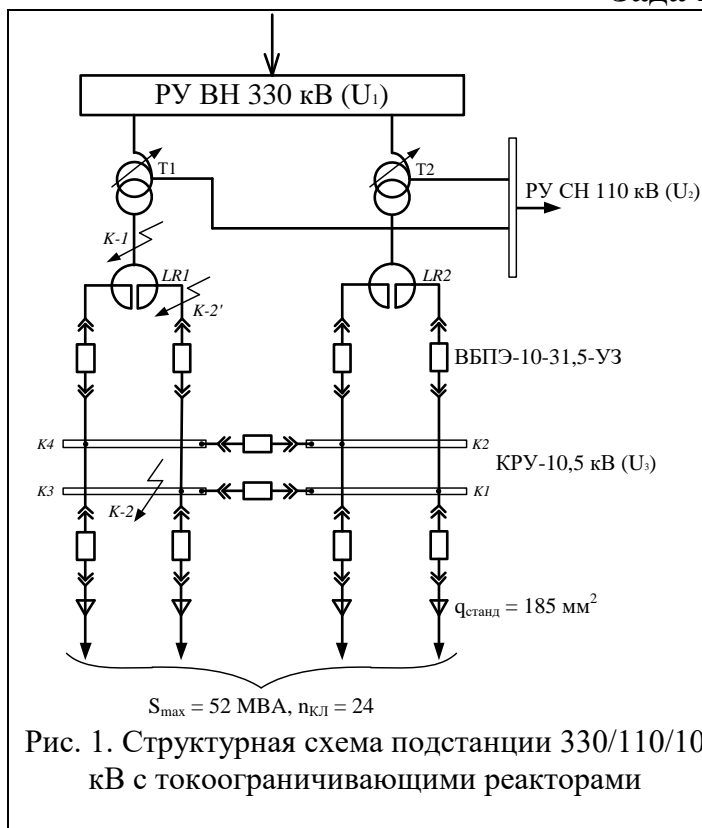

Рис. 1. Структурная схема подстанции 330/110/10 кВ с токоограничивающими реакторами
Выбрать число и мощность трансформаторов на понижающей подстанции 110/10 кВ. Район сооружения – центр европейской части страны, московский регион. Суточные графики нагрузки потребителей подстанции даны на рис. 1; значения $S_i = P_i / \cos\varphi = P_i / 0,92$, где P_i – активная нагрузка в i -й час, $\cos\varphi$ – коэффициент мощности.
Выбрать мощность автотрансформатора напряжением 220/110/15,75 кВ, включенного в блок с генератором 200 МВт, $\cos\varphi=0,85$. Мощность генератора передается в сеть 220 кВ, кроме этого из сети 110 кВ в сеть 220 кВ передается 120 МВт, $\cos\varphi = 0,92$ (рис. 1).
- начальное значение периодической составляющей тока трехфазного КЗ до реактора (точка К-1, рисунок 1) – $I_{н0} = 37 \text{ кА}$.